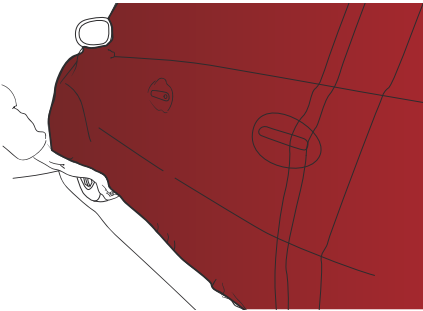

Figure 22
- › Une fois le passage des poignées fait, tendre le film jusqu'au bas de caisse. (FIG. 22)